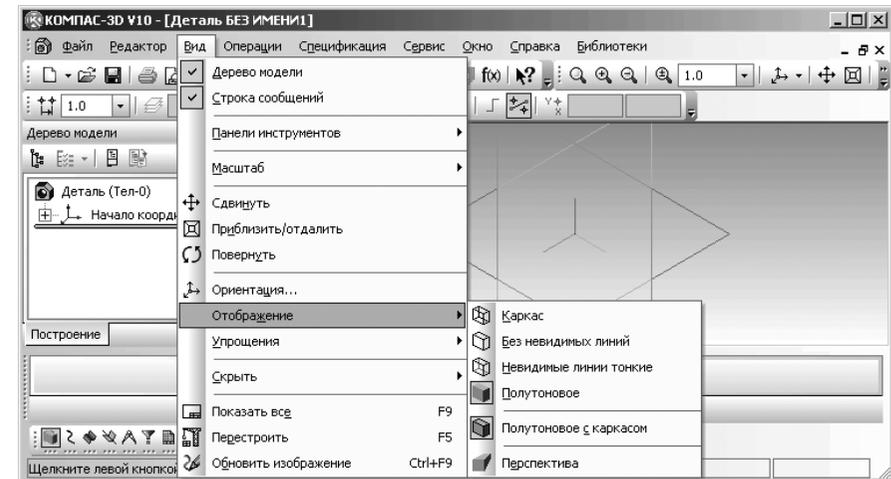

Рис. 3.2. Главное окно системы в режиме создания **Детали БЕЗ ИМЕНИ1** с системой меню для выбора нужного вида отображения модели
- щелкните в главном меню в режиме создания детали по пункту **Вид**, а затем в выпадающем меню по пункту **Отображение**. Появится всплывающее меню. Это состояние системы показано на рис. 3.2;